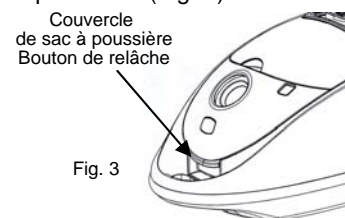

Fig. 3
2. Enfoncez le bouton de relâche du couvercle du sac à poussière et ouvrez le couvercle (Fig. 3).